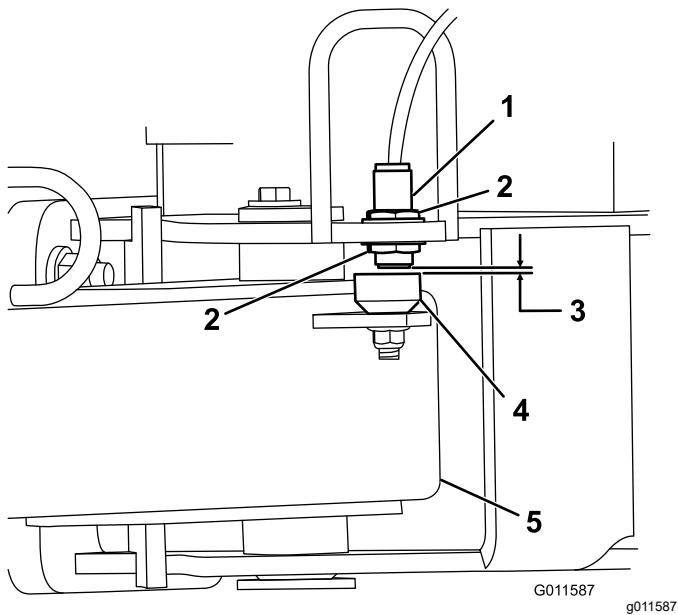

Figure 4
- Desserrez les écrous de blocage qui fixent le contacteur de proximité sur le cadre et abaissez le contacteur jusqu'à ce qu'il soit distant de 2,6 à 4 mm de la plaque de détection sur la flèche d'attelage (Figure 4). Serrez les écrous de blocage pour fixer le réglage.